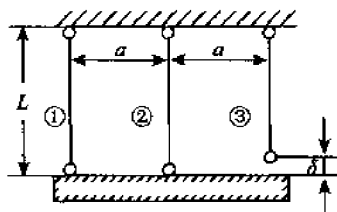

图 2-44
6. 如图 2-44 所示的钢杆 1、2、3 的拉压刚度均为 EA , 长为 L , 若杆 3 在制造时短了 δ , 则正确的变形协调条件为_____。